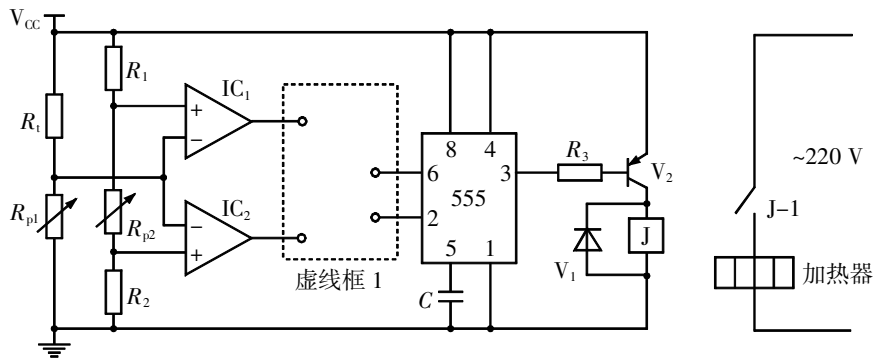

图 1
30. [原创]小明设计了如图 1 所示的鱼缸温控电路,冬天的时候通过加热器能将鱼缸温度控制在区间温度之内。请完成以下任务: